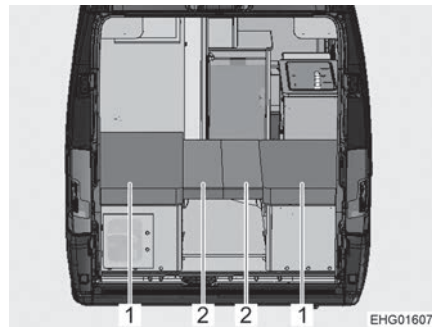

Bild 66 Nach dem Umbau
- Die beiden Sitzpolster (Bild 66,1) auf die Sitzbänke legen und die beiden Rückenpolster (Bild 66,2) auf den Lattenrostauszug legen.